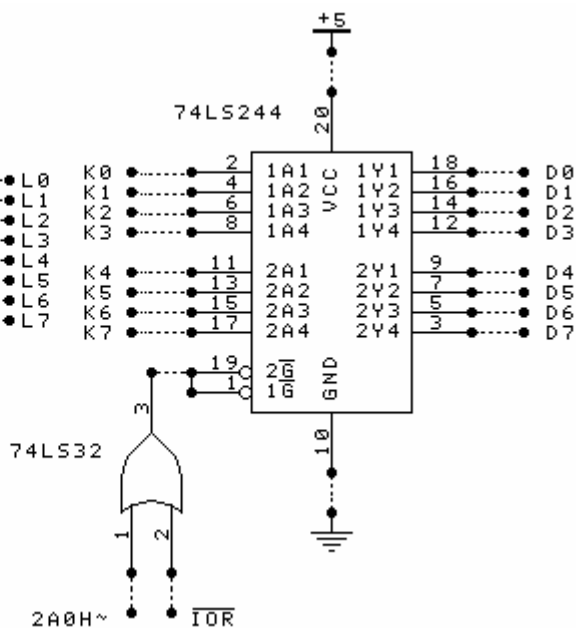

图2-2
3、按下面图2-2简单并行输入接口电路图连接电路(74LS244插通用插座, 74LS32用实验台上的“或门”)。74LS244为八缓冲器, 8个数据输入端分别接逻辑电平开关输出K0~K7, 8个数据输出端分别接数据总线D0~D7。